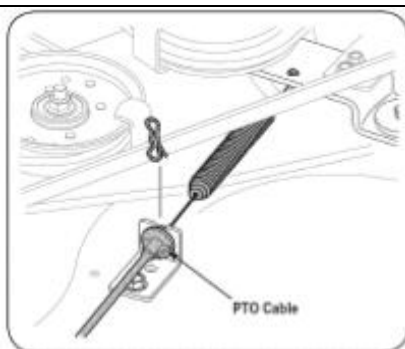

Рис. 19
9. Извлеките трос механизма отбора мощности из задней части деки газонокосилки, вынув петлеобразный крепежный шплинт. Извлеките пружину с кронштейна натяжного ролика (см. Рис. 19).